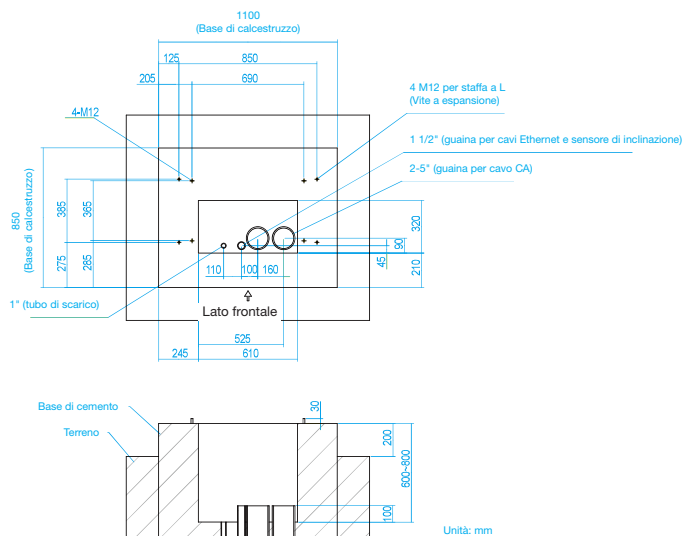
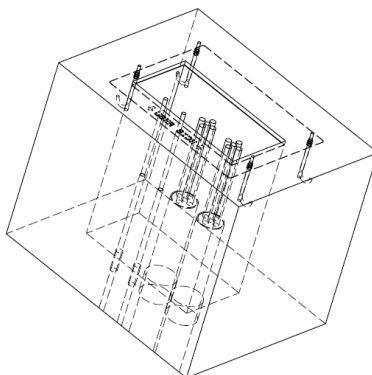

Figura 12. Ingombri di installazione
Figura 13
Vedere la figura 12 e la figura 13.
5) Metodo di fissaggio 1: installare quattro aste filettate M12 con una lunghezza di Ø30 mm (1,18 pollici) come indicato nella figura 12 e nella figura 13. Le aste filettate devono essere installate entro la seguente tolleranza dei fori delle viti sull'EVSE:
NOTA Si consiglia di creare o utilizzare una piastra metallica prefornita, come da figura 12, per assicurarsi che il posizionamento delle aste filettate e dei fori sia corretto.
7) Estendere i cavi di ingresso CA trifase a 8 fili dalla guaina della base in calcestruzzo. Vedere la figura 13.